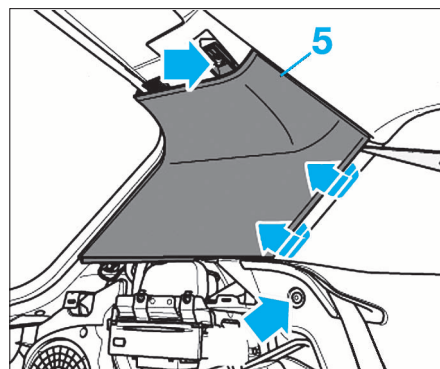

FIG. 83
- Déposer les garnitures supérieures d'ailes arrière (5) (Fig.83).